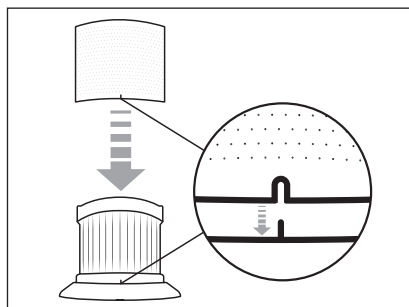

Fig. 14
- 5) Coloque el filtro de acero inoxidable **6** sobre el filtro EPA **5** e insértelo completamente en el filtro EPA **5**. Para ello, asegúrese de que el encastre del filtro EPA **5** encaje en el alojamiento del filtro de acero inoxidable **6** (consulte la fig. 14).